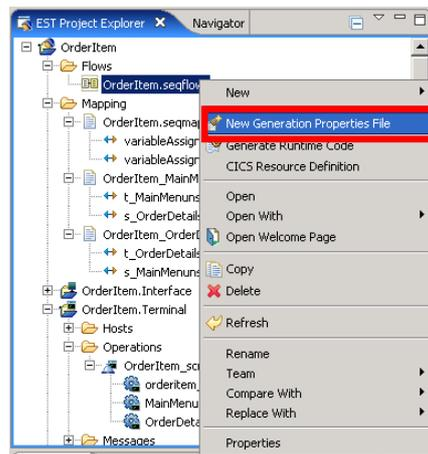

Abbildung 48
1. Um den New Generation Properties Wizard zu starten klicken wir im EST Projekt Explorer mit der rechten Maustaste auf die OrderItem.seqflow Datei. Und wählen **New Generation Properties File** aus (Abbildung 48).